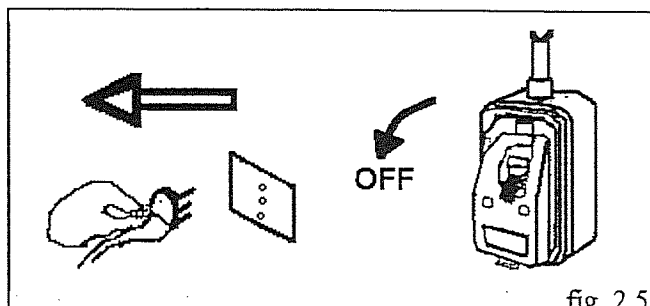

fig. 2.5
- ⇒   Scollegare la macchina dalla rete spegnendo l'interruttore generale e togliendo la presa di corrente prima di effettuare la pulizia e qualsiasi intervento di manutenzione o di modifica agli apparati del forno (fig. 2.5).